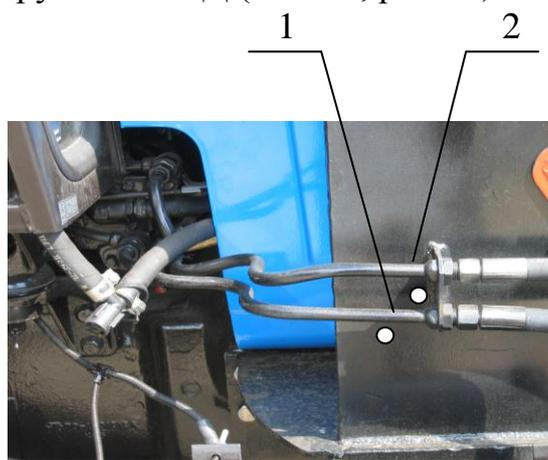
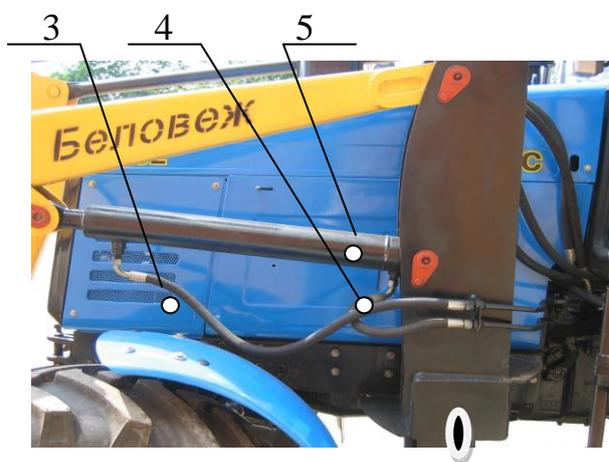

Рисунок 10
Рисунок 11
- соединить трубопроводы рукавами высокого давления (РВД) (поз.3и 4, рис.11) со стреловыми гидроцилиндрами (поз. 5, рис.10);